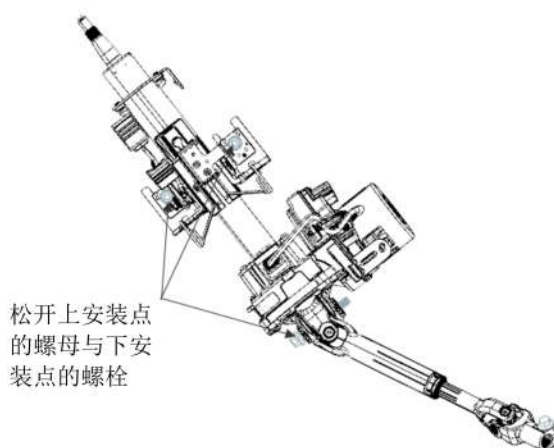

图 4-10
①确认所有与管柱连接的线束均已脱开。
②松开管柱上安装点的螺母与下安装点的螺栓，如图 4-10 所示，取下转向管柱及万向节总成。